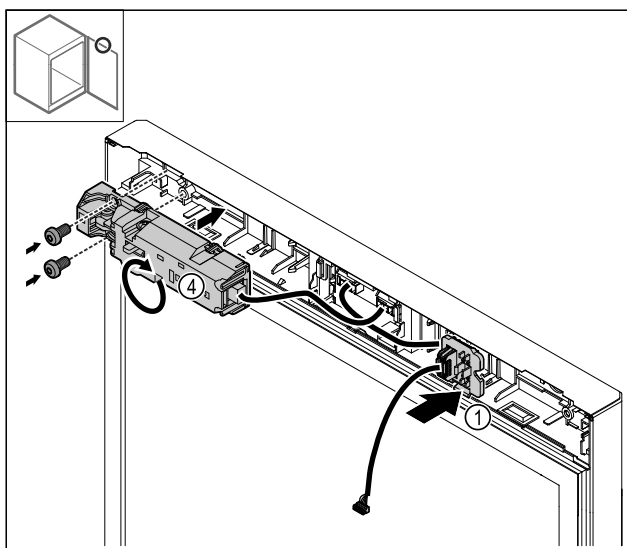

Fig. 28
- Stekkerhouder Fig. 28 (1) op de tegenoverliggende zijde vastklikken.
- Elektrisch slot Fig. 28 (4) met 180° draaien en aan de tegenovergestelde zijde bevestigen.